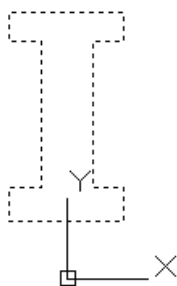

图 11-134 合并齿轮基体轮廓线
6) 合并轮廓线。选择菜单栏中的“修改”→“对象”→“多段线”命令, 将旋转体轮廓线合并为一条多段线, 满足“旋转”命令的要求, 结果如图 11-134 所示。